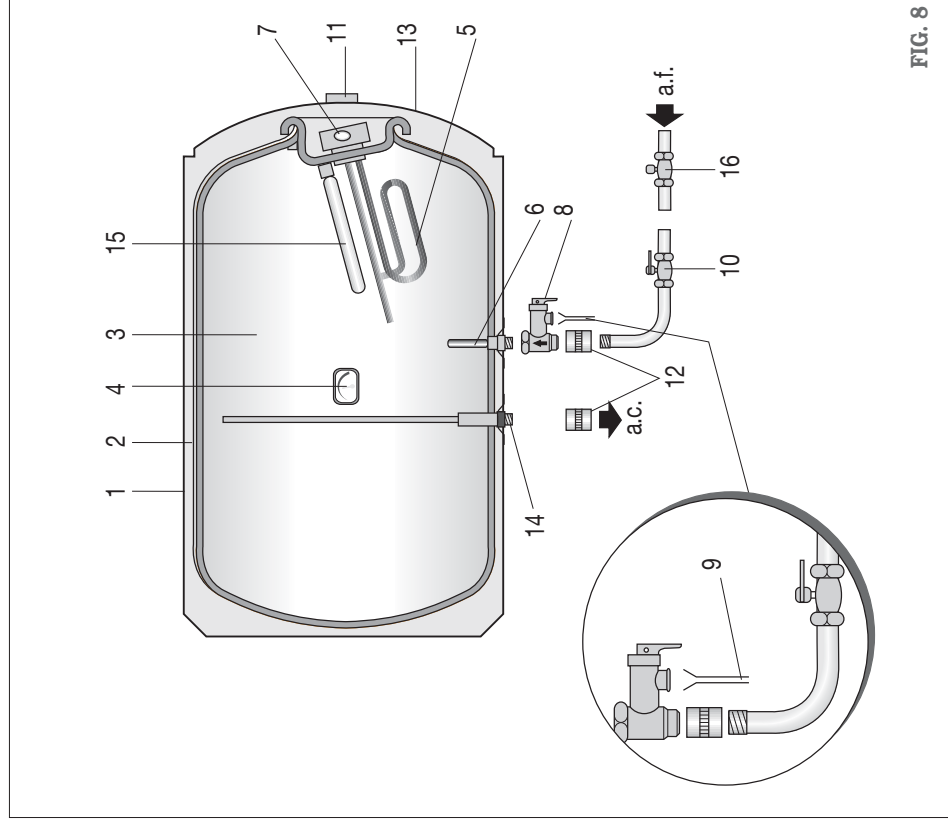

FIG. 8
5.2. Instalación horizontal / Instalação horizontal / Installation horizontale (fig 8).